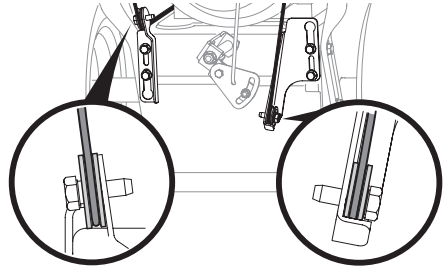

Figure 3
3. Regardez à l'arrière de la souffleuse à neige, vers le bas et vérifiez que les deux câbles (si votre appareil est équipé d'une poire d'amorçage) sont bien installés sur les poulies. Voir Figure 3.